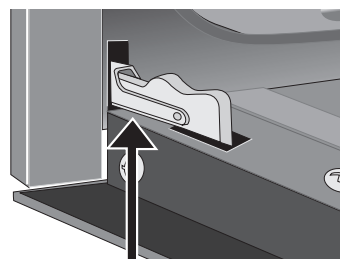
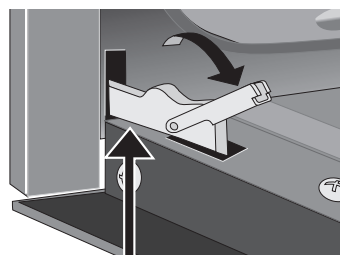

Figure 35 : Charnière de porte verrouillée
Figure 36 : Charnière de porte déverrouillée
2. Tirer le verrou situé sur chaque support de charnière vers l'avant du four jusqu'à ce qu'il s'immobilise. Vous devrez peut-être appliquer un peu de pression ascendante sur le verrou pour le tirer (Figure 35 et Figure 36).
4. Pousser les verrous de charnière vers le haut et de part et d'autre du cadre de four en position de verrouillage (Figure 35).